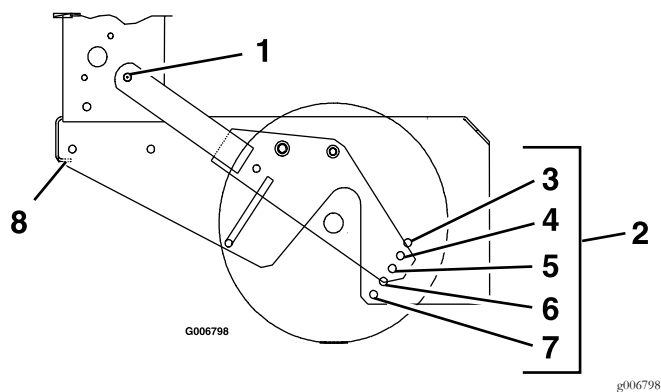
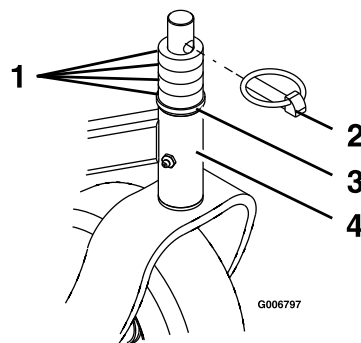

Figure 10
Figure 11
La plage de hauteur de coupe voulue peut être obtenue en réglant l'essieu arrière et en plaçant des entretoises au-dessus ou au-dessous du bras de roue pivotante; voir Figure 10 et Figure 11 ainsi que le Tableau de réglage des hauteurs de coupe. Il peut
5. Desserrez, sans les enlever, les deux boulons de pivot et les deux boulons de réglage de l'essieu (voir Figure 10).
6. Retirez les « goupilles rapides » d'une roue pivotante et déposez la roue pivotante du moyeu (voir Figure 11).